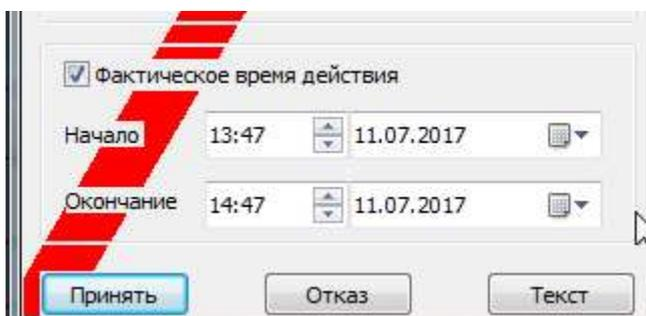

Рис.194. Ввод фактического времени окна.
2. В появившемся окне поставить опциональную галочку в поле «Фактическое время действия» (см. рис. 194).